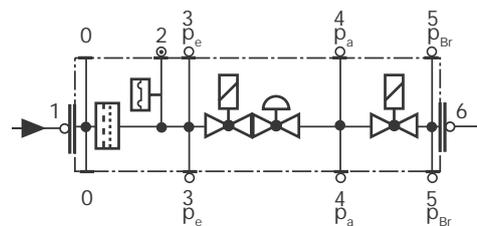

Fig. 43
- Pulire o sostituire il filtro se la differenza di pressione fra i punti 1 e 3 (Fig. 43) è  $\Delta p > 10$  mbar.
- Pulire o sostituire il filtro se la differenza di pressione fra i punti 1 e 3 (Fig. 43) risulta raddoppiata dall'ultimo controllo.